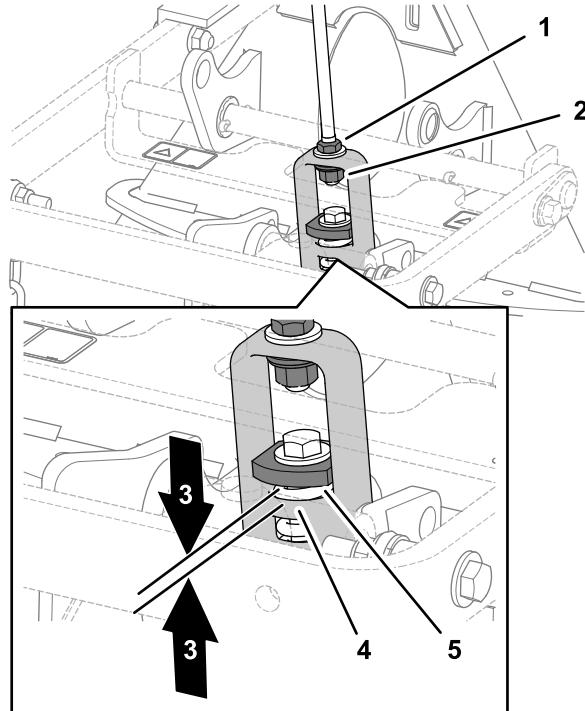

Figura 8
Nota: A ligação está corretamente ajustada se medir uma folga de 1,5 a 2 mm entre a anilha pesada e o ombro da culatra de elevação (Figura 8).
| 3. Se a folga não for a correta, desaperte a porca e aperte ou desaperte a porca de ajuste no conjunto da articulação conforme necessário para ajustar a folga (Figura 8). | |
2. Meça a folga entre a anilha superior e o ombro da culatra de elevação no adaptador do acessório como se mostra na Figura 8.